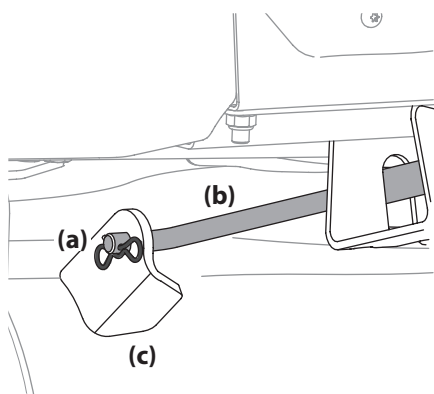

Figura 4-12
6. Tire del pasador de chaveta (a) hacia afuera de la varilla de elevación delantera (b) de la plataforma que la sujeta a la plataforma. Consulte la Figura 4-12. Saque la varilla de elevación de la plataforma de la ménsula de suspensión frontal (c).
6. Vuelva a instalar la varilla de elevación delantera de la plataforma y sujétela en su lugar con el pasador de chaveta. Consulte la Figura 4-12.